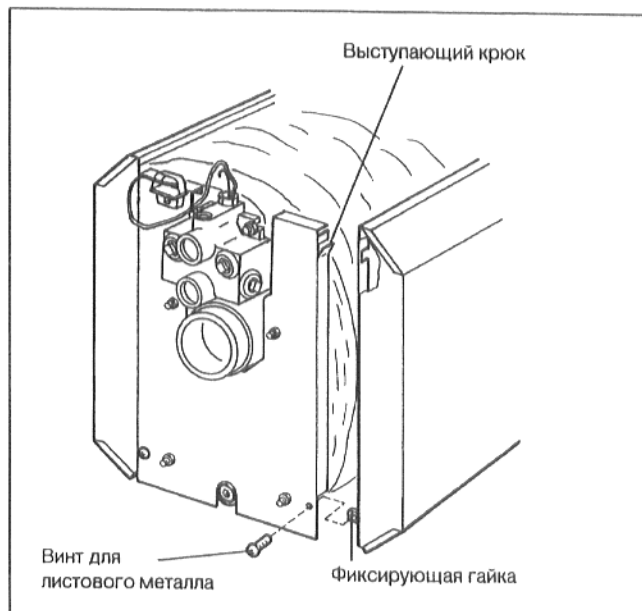

рис. 22
- Вставить боковую стенку сзади вверху в выступающий крюк (рис. 22).
- Прижать боковую стенку внизу и привинтить фиксирующие гайки к задней стенке (рис. 22).